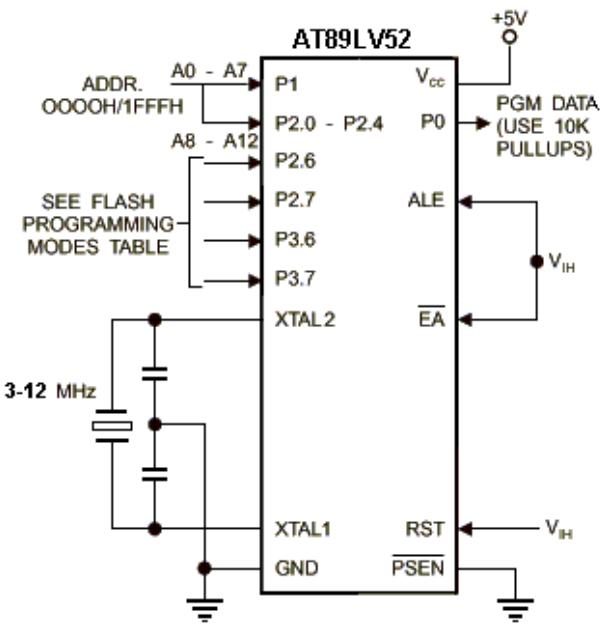

图12 校验电路
• 程序校验：如果加密位 LB1、LB2 没有进行编程，则代码数据可通过地址和数据线读回原编写的数据，采用如图 12 的电路。加密位不可直接校验，加密位的校验可通过对存储器的校验和写入状态来验证。